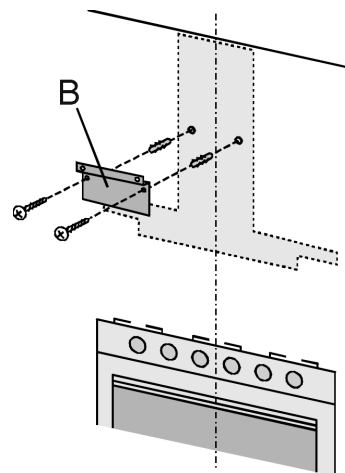

fig.9
2. Fixez le support métallique (B) au mur à l'aide des vis et chevilles (fig. 9). Repérez les 2 petits triangles sur le support afin de le placer exactement le long de l'axe vertical de la hotte.